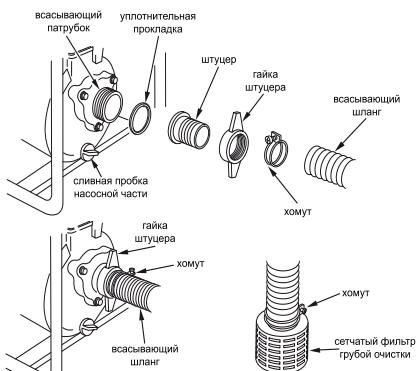

Рис. 4
- Закрепить гайками на всасывающий и напорный патрубки насоса штуцеры. Предварительно установить уплотнительные резиновые прокладки между штуцерами и патрубками (см. рис. 4);
Во избежание повреждения насосной части насоса вследствие коррозии или расширения воды при случайном замерзании, необходимо после эксплуатации и перед длительным хранением слить из нее воду, открутив сливную пробку (см. рис. 4).